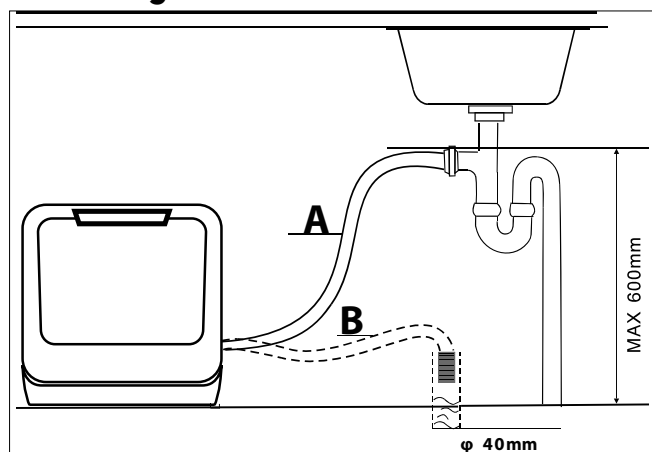

Fig. 8 – Conexión del sifón
- Conecte la manguera de desagüe al sifón (para lavadoras) de la tubería de desagüe situada debajo del fregadero (véase Fig. 8). Procure que la manguera de vaciado tenga una inclinación suficiente. El aparato debe situarse como mínimo 4 cm por encima del desagüe.